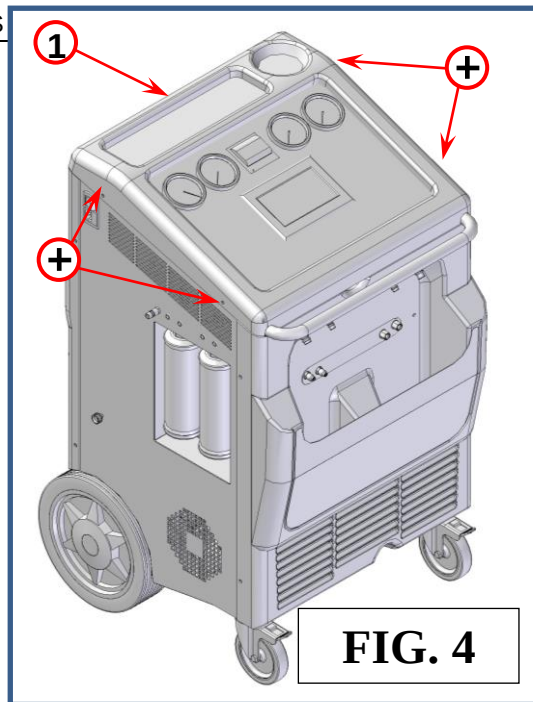

FIG. 4
1. Cáter de plástico superior, consulte a Fig.4